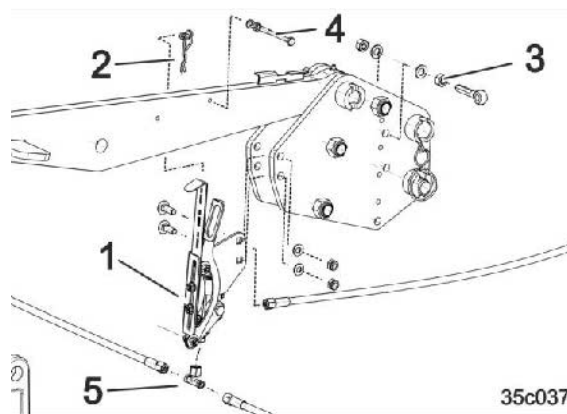

Fig. 83
6. Séparer le flexible hydraulique au niveau de l'élément raccord T (Fig. 83/1) monté.
7. Visser le support de soupape prémonté (Fig. 83/1).
8. Relier les flexibles hydrauliques avec la soupape (Fig. 83/3).
9. Fixer le câble de traction blanc à l'anneau sur le crochet (Fig. 83/2).
10. Monter le boulon à œillet comme guide-câble (Fig. 83/3).
11. Monter la vis de fixation sur le bras supérieur (Fig. 83/4).